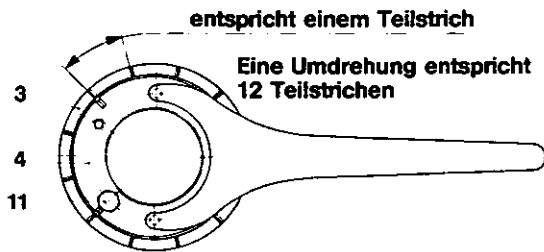

Bild 13
Die Einstellung erfolgt durch Verdrehen der Nachstellmutter. Drehen im Uhrzeigersinn bewirkt Erhöhung, gegen den Uhrzeigersinn Verringerung des Drehmomentes (Blickrichtung auf die Nachstellmutter, wie im Bild 13).
- Nachstellmutter (4) von Hand zustellen, bis zur Anlage der Tellerfedern.
- Weiterdrehen, bis die 4 Kerben in der Nachstellmutter (4) und die Kerben des Schaltteiles (3) übereinstimmen, Bild 13.
- Nachstellmutter (4) mit Stirnlochschlüssel um die Anzahl der Teilstriche weiterdrehen, die dem gewünschten Drehmoment entspricht, Bild 13. (Anzahl der Teilstriche aus einem Einstell-diagramm)
- Sicherungsschraube (11) eindrehen (Kerben an Nachstellmutter (4) und Schaltteil (3) müssen in gleicher Position stehen).
Das Überlastmoment der Kupplung ist z.B. auf 300 Nm eingestellt. Nun soll das Überlastmoment auf 350 Nm erhöht werden. Wird nach Drehmoment-Einstell-diagramm ein Überlastmoment von 300 Nm bei 36 Teilstrichen und 350 Nm bei 46 Teilstrichen erreicht, so muß die Nachstellmutter (4) um die Differenz von 10 Teilstrichen im Uhrzeigersinn nachgestellt werden. Dazu entfernen Sie die Sicherungsschraube (11) und stellen die Teilstriche mit einem Stirnlochschlüssel nach, Bild 13. Anschließend wird die Sicherungsschraube (11) wieder eingedreht, wobei die 4 Kerben in der Nachstellmutter (4) und die Kerben des Schaltteiles (3) in gleicher Position stehen müssen.